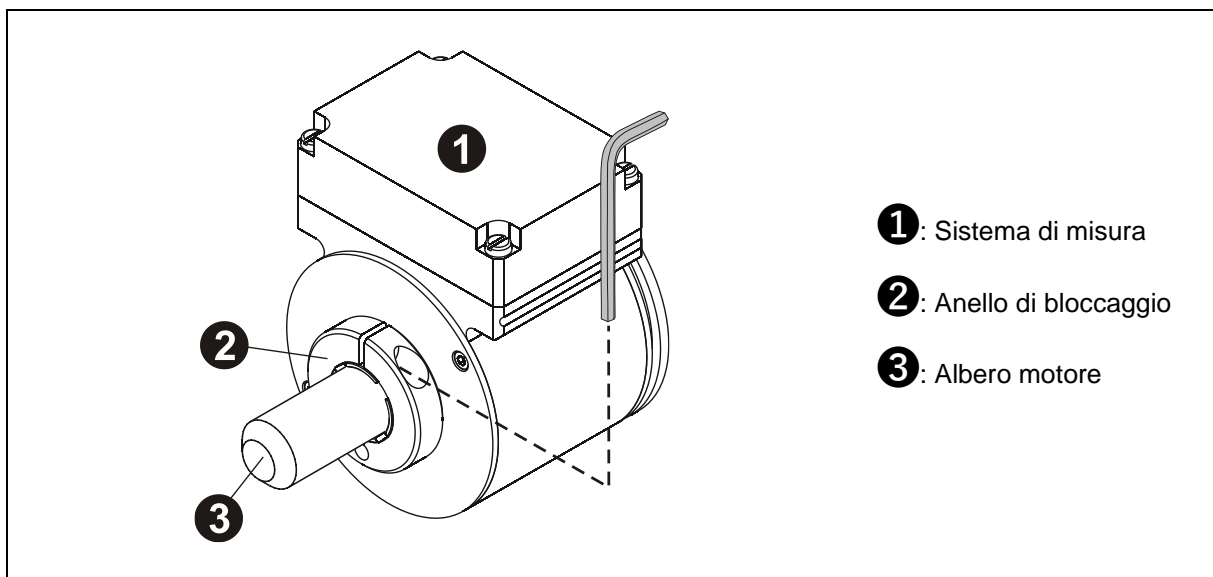

Figura 4: Resistenza di attrito
- Lo slittamento assiale del sistema di misura sull'albero motore deve essere impedito fissando l'anello di bloccaggio; fare riferimento alla Figura 4.